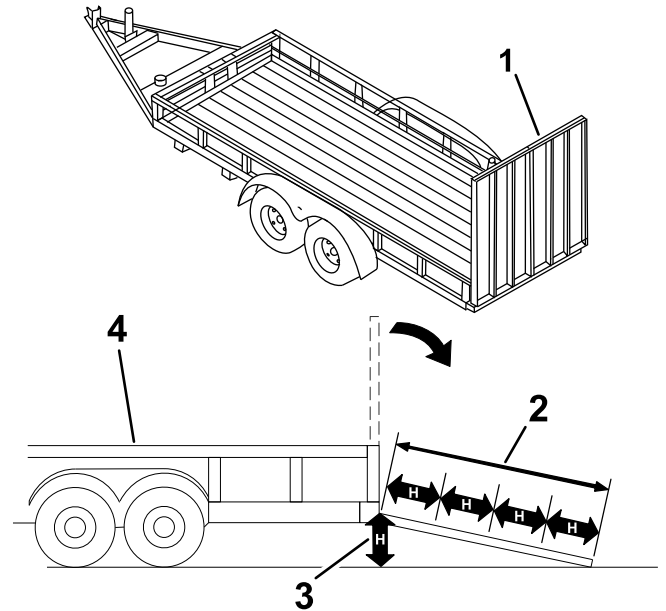

Figura 25
Quando si carica la macchina su un trailer o un autocarro si aumenta il rischio di ribaltamento, che può causare gravi ferite ed anche la morte (Figura 25).
3. Abbassate la rampa (Figura 25).